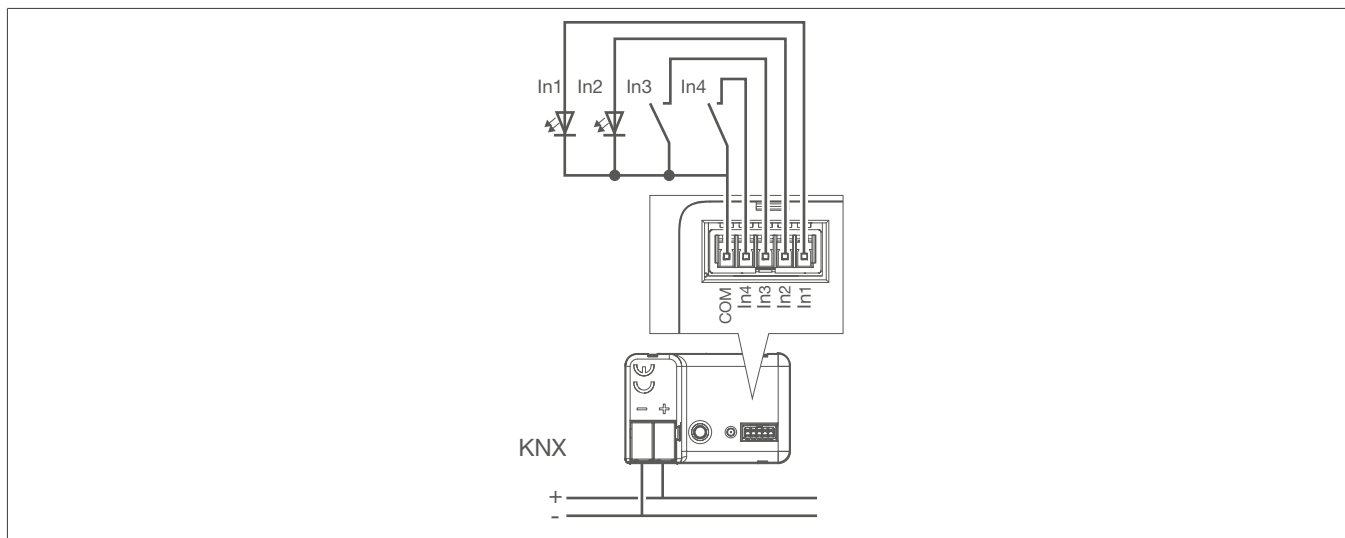

Fig. 4 : Exemple de raccordement, interface à bouton-poussoir 4 gang
- 4 Connecter les boutons-poussoirs, les interrupteurs, les contacts, les LED ou les NTC avec les câbles fournis selon les exemples de raccordement (Fig. X) (Fig. 4). Les fils non utilisés doivent être isolés.